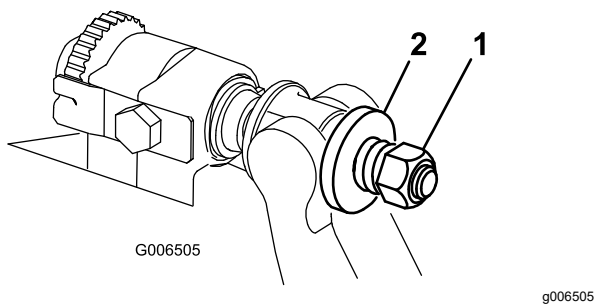

Figura 31
4. Aperte a porca da mola tensora até que a mola fique recolhida; em seguida, desaperte meia volta (Figura 31).